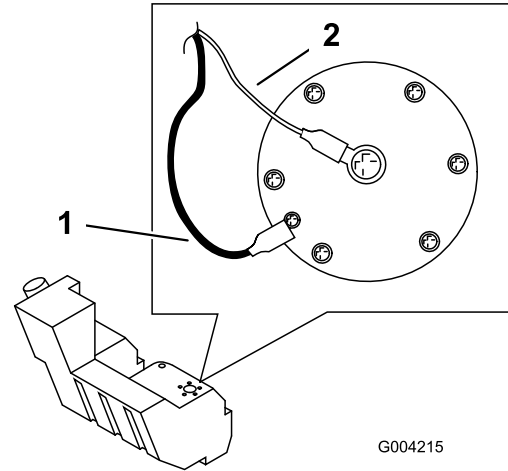

Figura 56
12. Desconecte los dos cables que van al lado derecho del depósito (Figura 56).
19. En el lado derecho del depósito, conecte el cable naranja al borne central y el cable negro al borne exterior (Figura 56).